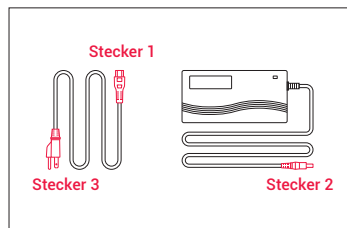

Abbildung 1
**Schritt 2:** Bauen Sie das Ladegerät wie in Abbildung 1 gezeigt zusammen, indem Sie den Stecker (Stecker 1) in das Netzteilstecken.